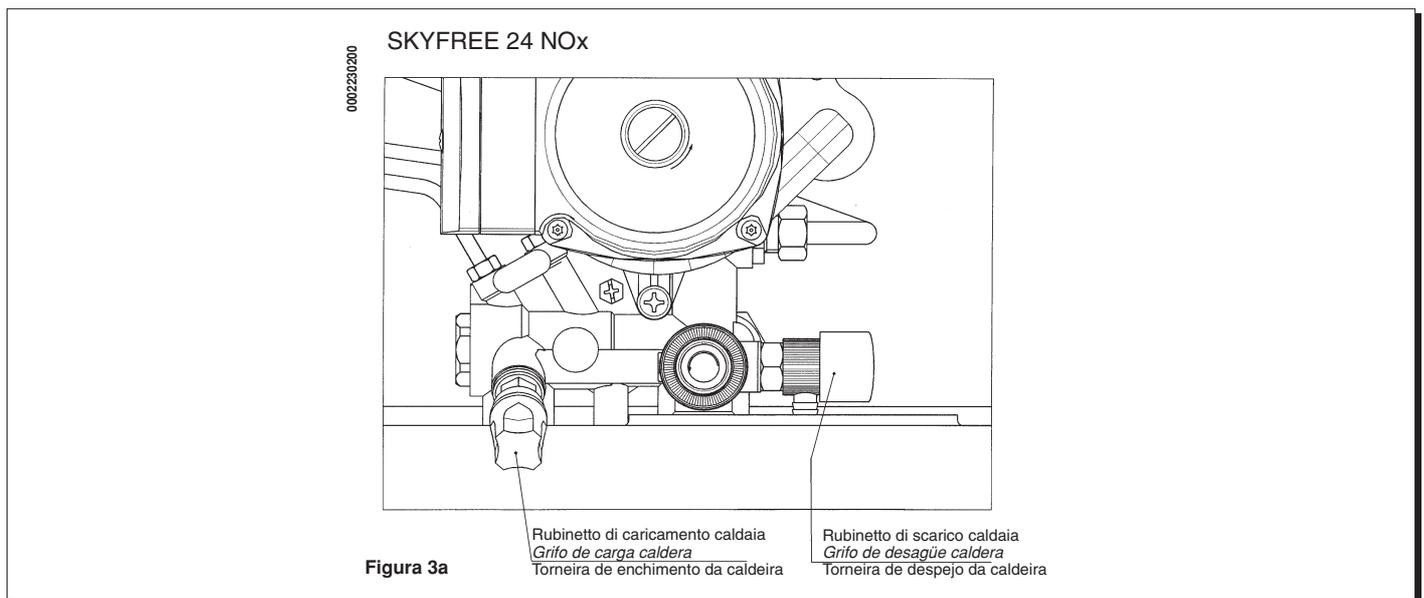

Figura 3a
Importante: Verificare periodicamente che la pressione, letta sul manometro (14), ad impianto freddo, sia di 0,5 - 1 bar. In caso di sovrappressione agire sul rubinetto di scarico caldaia. Nel caso sia inferiore agire sul rubinetto di caricamento della caldaia (figura 3a).
Importante: Controlar periódicamente que la presión, leída en el manómetro (14), con instalación fría, sea 0,5 - 1 bar. En caso de sobrepresión obrar sobre el grifo de desagüe caldera. Si es inferior, obrar sobre el grifo de carga de la caldera (figura 3a).
Importante: Verificar periodicamente que a pressão, lida no manómetro (14), com a instalação fria, seja de 0,5 - 1 bar. No caso de sobrepresão, agir na torneira de descarga da caldeira. No caso seja inferior agir na torneira de enchimento da caldeira (figura 3a).